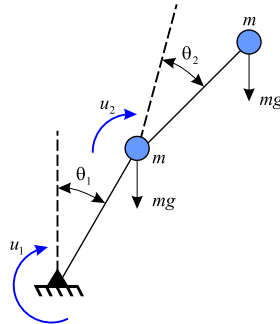

Figura 6-2
**Problema 171** El sistema següent és un model linealitzat d'un pèndul invertit amb dues barres de longitud 1 m i una massa puntual de 1 Kg a l'extrem, tal i com es representa a la Figura 6-2.